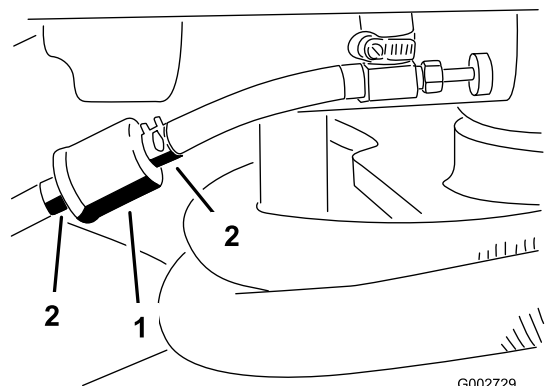

図 28
1. 燃料バルブを閉じ、フィルタのキャブレター側についているホースクランプをゆるめ、燃料ラインからフィルタを外す 図 28。